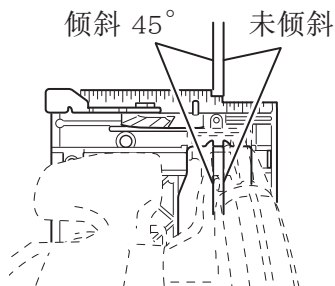
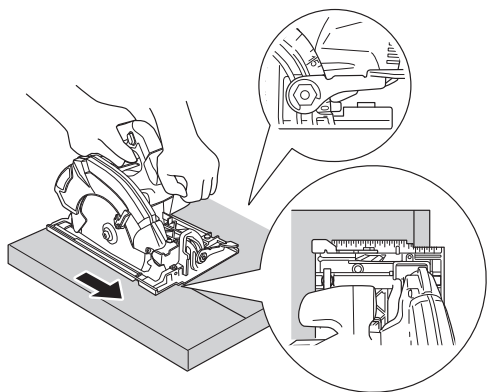

图 29 < 俯视图 >
图 30
(1) 将底座置于材料上，然后将记号线和锯片对准底座前面的凹槽（图 29）。
(2) 底座无倾斜角度时，使用凹槽右侧（图 29、图 30）。
如果底座有倾斜角度（45 度），使用凹槽左侧（图 29、图 31）。
- (4) 将电锯向前倾斜，并将凹槽（第 23 页的图 29）对准预先标记的基准线。
- (5) 松开控制杆。下护罩与工件表面接触时，将处于适当位置以便于在开始锯割时自由打开。
- (6) 使电锯处于适当位置，确保刀刃未接触工件表面，拉动扳机。
- (7) 电锯达到全速模式后，逐渐放下电锯后部，直至底座接触工作台表面。